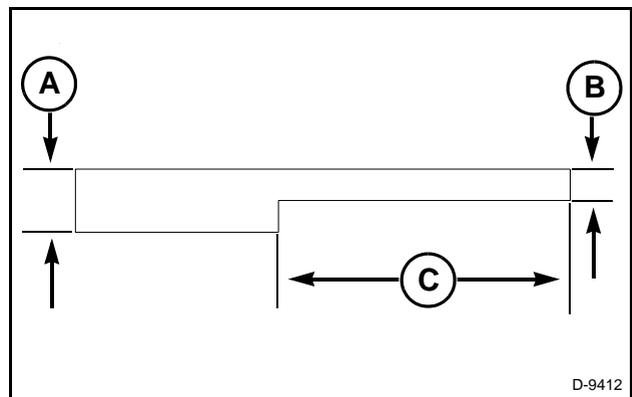

FIG. 172
FIG. 172: el cóncavo debe nivelarse y debe quedar paralelo al rotor. El control es muy fácil de verificar haciéndolo con una placa metálica (1), con un offset comprobando las siguientes dimensiones:
- (A) - 15,9 mm (0,625 pul)
- (B) - 7,9 mm (0,3125 pul)